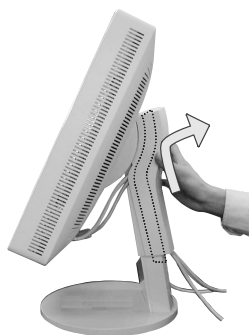
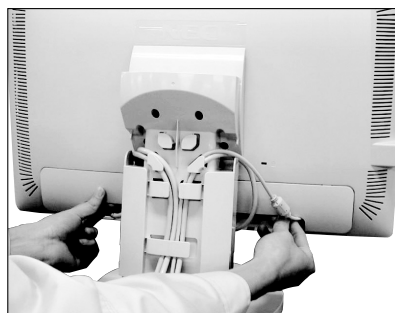

Abbildung S.1
Abbildung S.2
1. Fassen Sie den Monitor auf beiden Seiten an, und heben Sie ihn in die höchste Position. Entfernen Sie die Kabelabdeckung (**Abbildung S.1**). Nehmen Sie Anschlussabdeckung ab (**Abbildung S.2**).